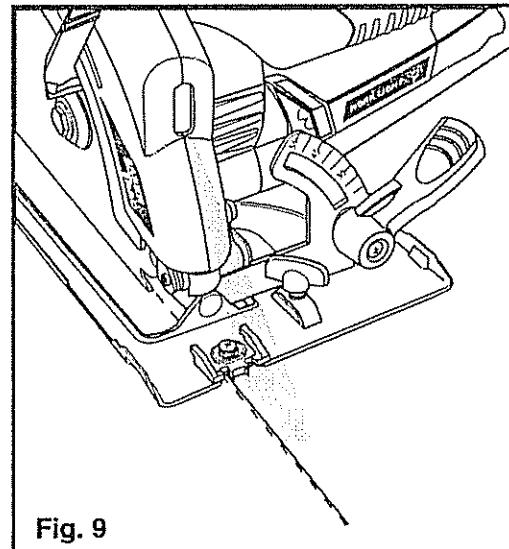

Fig. 9
USO DEL RAYO LÁSER LASER TRAC™(Fig. 9)
5. Alinee el rayo láser con la línea de corte (ver la Fig. 9)